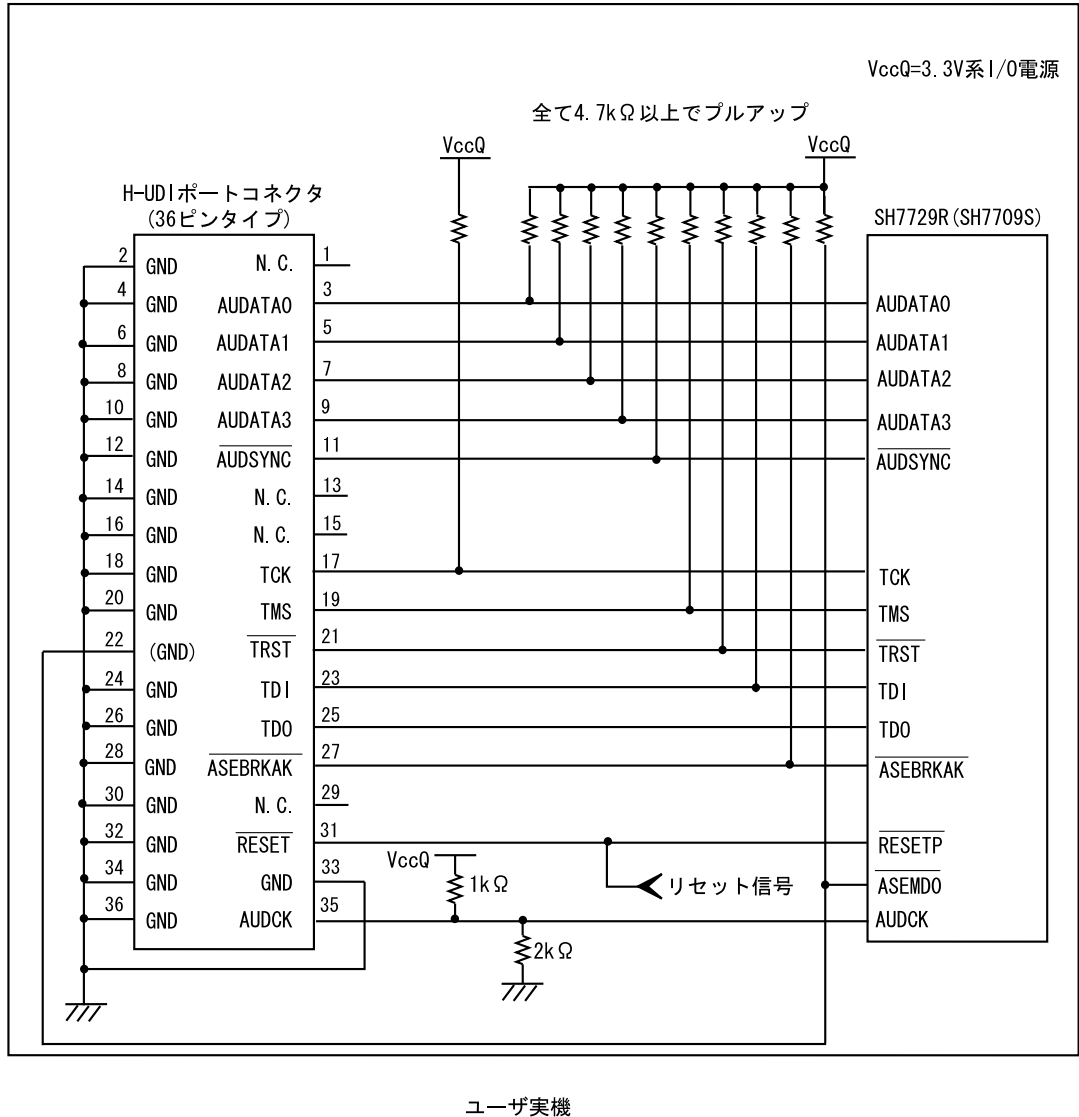

図 1.4 E10A-USB 使用時の H-UDI ポートコネクタ - チップ間の接続例
E10A-USB エミュレータ使用時の H-UDI+AUD ポートコネクタ(36 ピンタイプ)とチップ間の推奨接続例を図 1.3、UVCC 未接続時の接続例を図 1.4 に示します。
6. 図 1.3,図 1.4 に記載されている抵抗値は、参考値です。
- 図 1.4 接続例で回路を組んだ場合の E10A-USB エミュレータのスイッチ設定：SW2=0, SW3=1 スイッチ設定の詳細は、「SuperH™ファミリ用 E10A-USB エミュレータユーザーズマニュアル デバッグ編 3.8 章 DIP スイッチの設定」を参照してください。